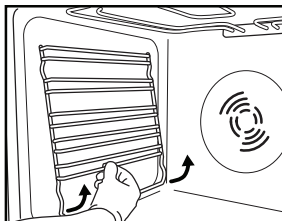

Fig. 3
1. Fjern ovnribberne i siderne (fig. 3).